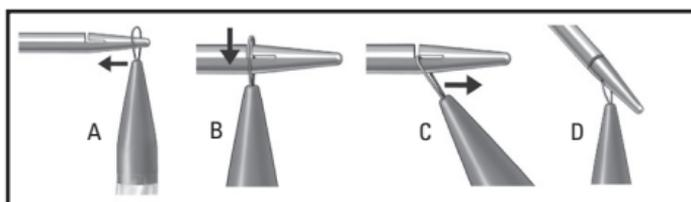

Figure 2. Engagement de la boucle d'association
7. Engager une (1) boucle d'association à l'extrémité distale de l'aiguille (Figure 2) faisant saillie à travers le vagin.